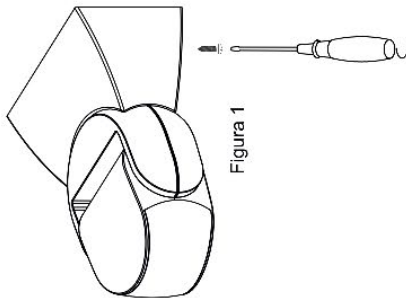

Figura 1
- 1 Allentare la vite posta sotto e rimuovere la base (vedi Figura 1).